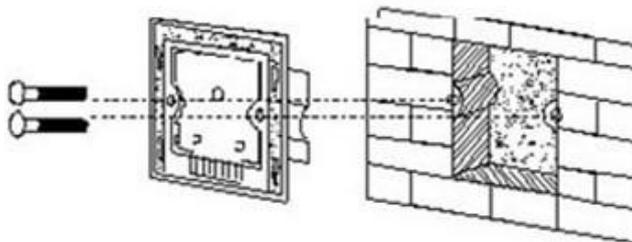

图 3
- ① “L” 接线柱——连接 120V 电源的火线；
- ② “N” 接线柱——连接 120V 电源的零线；
- ③ “L1” 接线柱——连接受控灯具的灯线。
4) 安装开关底座，如图 3 所示，接好线后将触摸开关装在墙上暗盒内，再打上螺丝，使之固定在墙面，将底座装到墙上，再把触摸面板盖好并压紧。